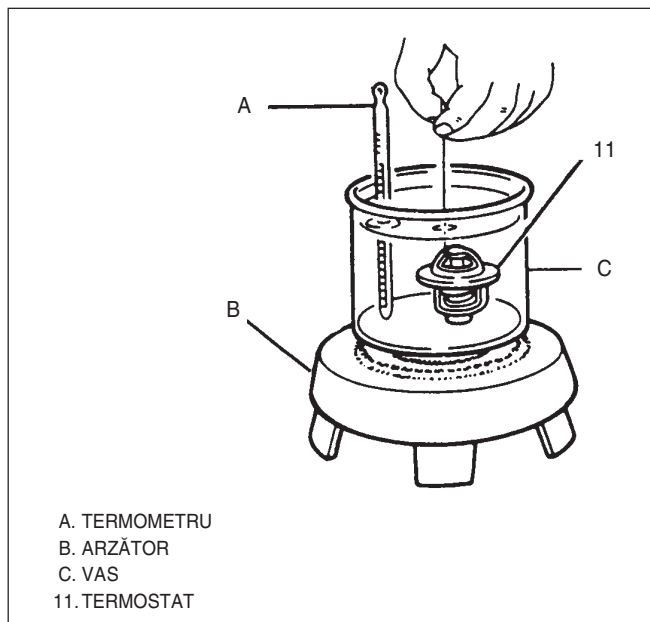

Fig. 4 Testarea termostatului
- 1) Se imersează termostatul și un termometru într-un vas care conține un amestec de 1:1 etilenglicol și apă. Pentru evitarea oricăror erori nu se va atinge fundul vasului cu termometrul sau cu termostatul (Fig.4).